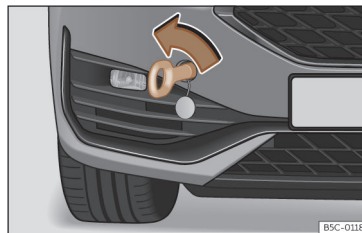

Fig. 207 Parte derecha del parachoques delantero: argolla de remolque enroscada.
- Enrosque la argolla de remolque en el alojamiento girándola al máximo **en el sentido contrario al de las agujas del reloj** >>> **fig. 207**, >>> ⓘ. Utilice un objeto adecuado con el que pueda enroscar completa y firmemente la argolla de remolque en su alojamiento.